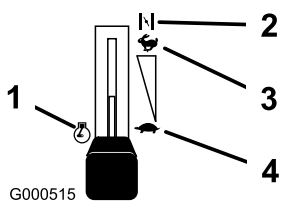

Figure 9
- Lorsque le moteur a démarré, amenez progressivement la manette d'accélérateur en position de Haut régime (Figure 9). Si le moteur cale ou hésite, ramenez la manette d'accélérateur en position de Starter pendant quelques secondes. Réglez ensuite la manette d'accélérateur à la position voulue. Répétez l'opération si nécessaire.
- Placez la manette d'accélérateur en position de ralenti (Figure 9).